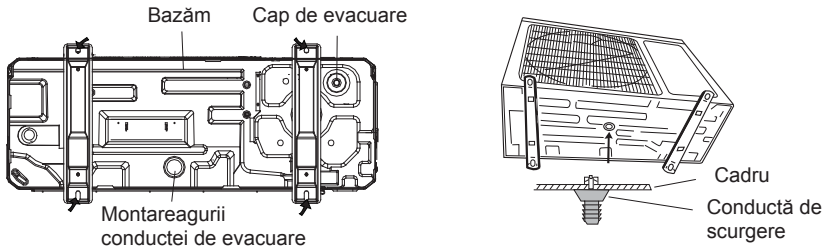

Fig.10
4.2.2 Asanarea condensului la unitatea de exterior(Doar pentru unitatea cu pompă de căldură) (Fig.10)